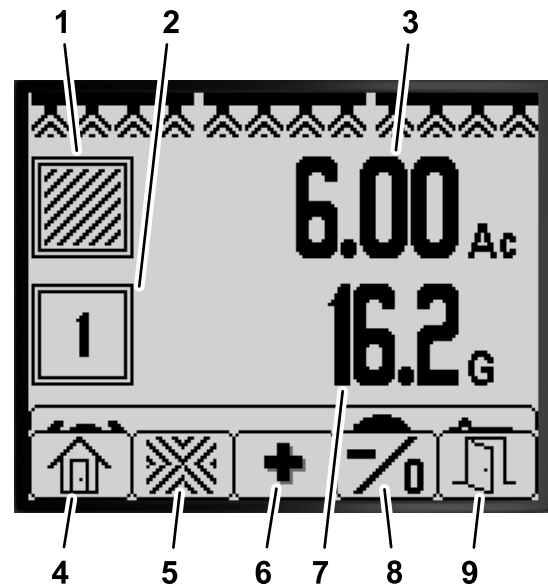

Figure 77
- Dans l'écran d'accueil, appuyez de manière prolongée sur le bouton 5 pour ouvrir la barre de menu, puis appuyez sur le bouton 2 pour sélectionner l'écran Sous-zone (Figure 77).
- Dans l'écran Superficie totale, appuyez de manière prolongée sur le bouton 5 pour ouvrir la barre de menu, puis appuyez sur le bouton 3 pour sélectionner l'écran Sous-zone (Figure 77).
- Utilisez les boutons de l'InfoCenter (Figure 77) pour effectuer les actions suivantes :